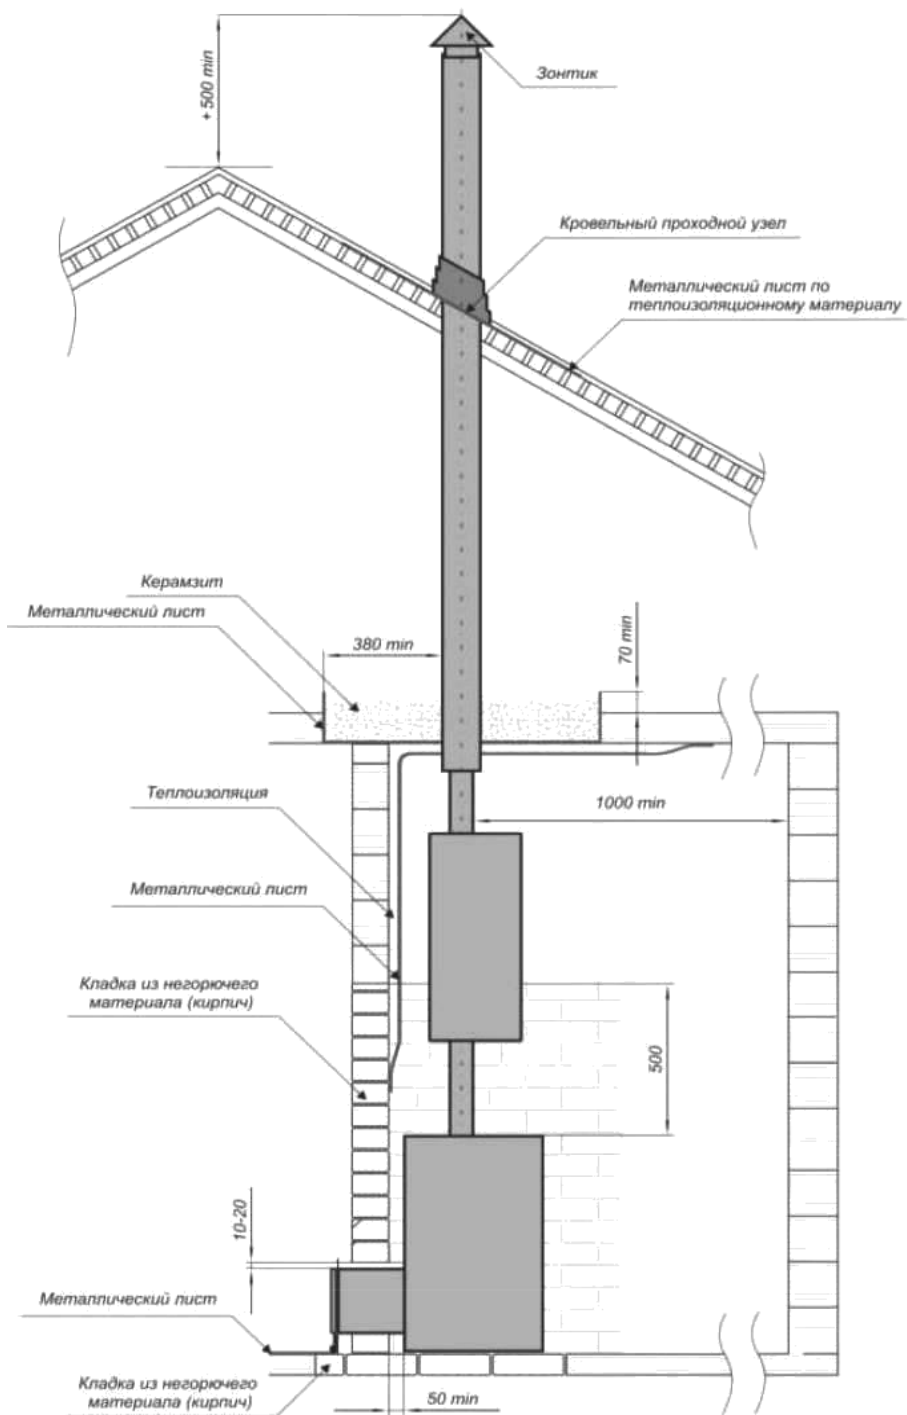

Рисунок 5: Установка банной печи «Фея», «Фея Порта» «Фея под обкладку», «Синара», «Синара Порта» «Синара под обкладку»
**Кирпичная кладка («Фея», «Фея Порта» «Фея под обкладку», «Синара», «Синара Порта» «Синара под обкладку»):** оставьте между стенами и печью расстояние 50мм так, чтобы воздух мог циркулировать за печью и сбоку. Если печь установлена в нише стены, оставьте между ней и боковыми стенами расстояние 250 мм и 250 мм позади неё. Высота кирпичной кладки минимум 500мм (рисунок 5).